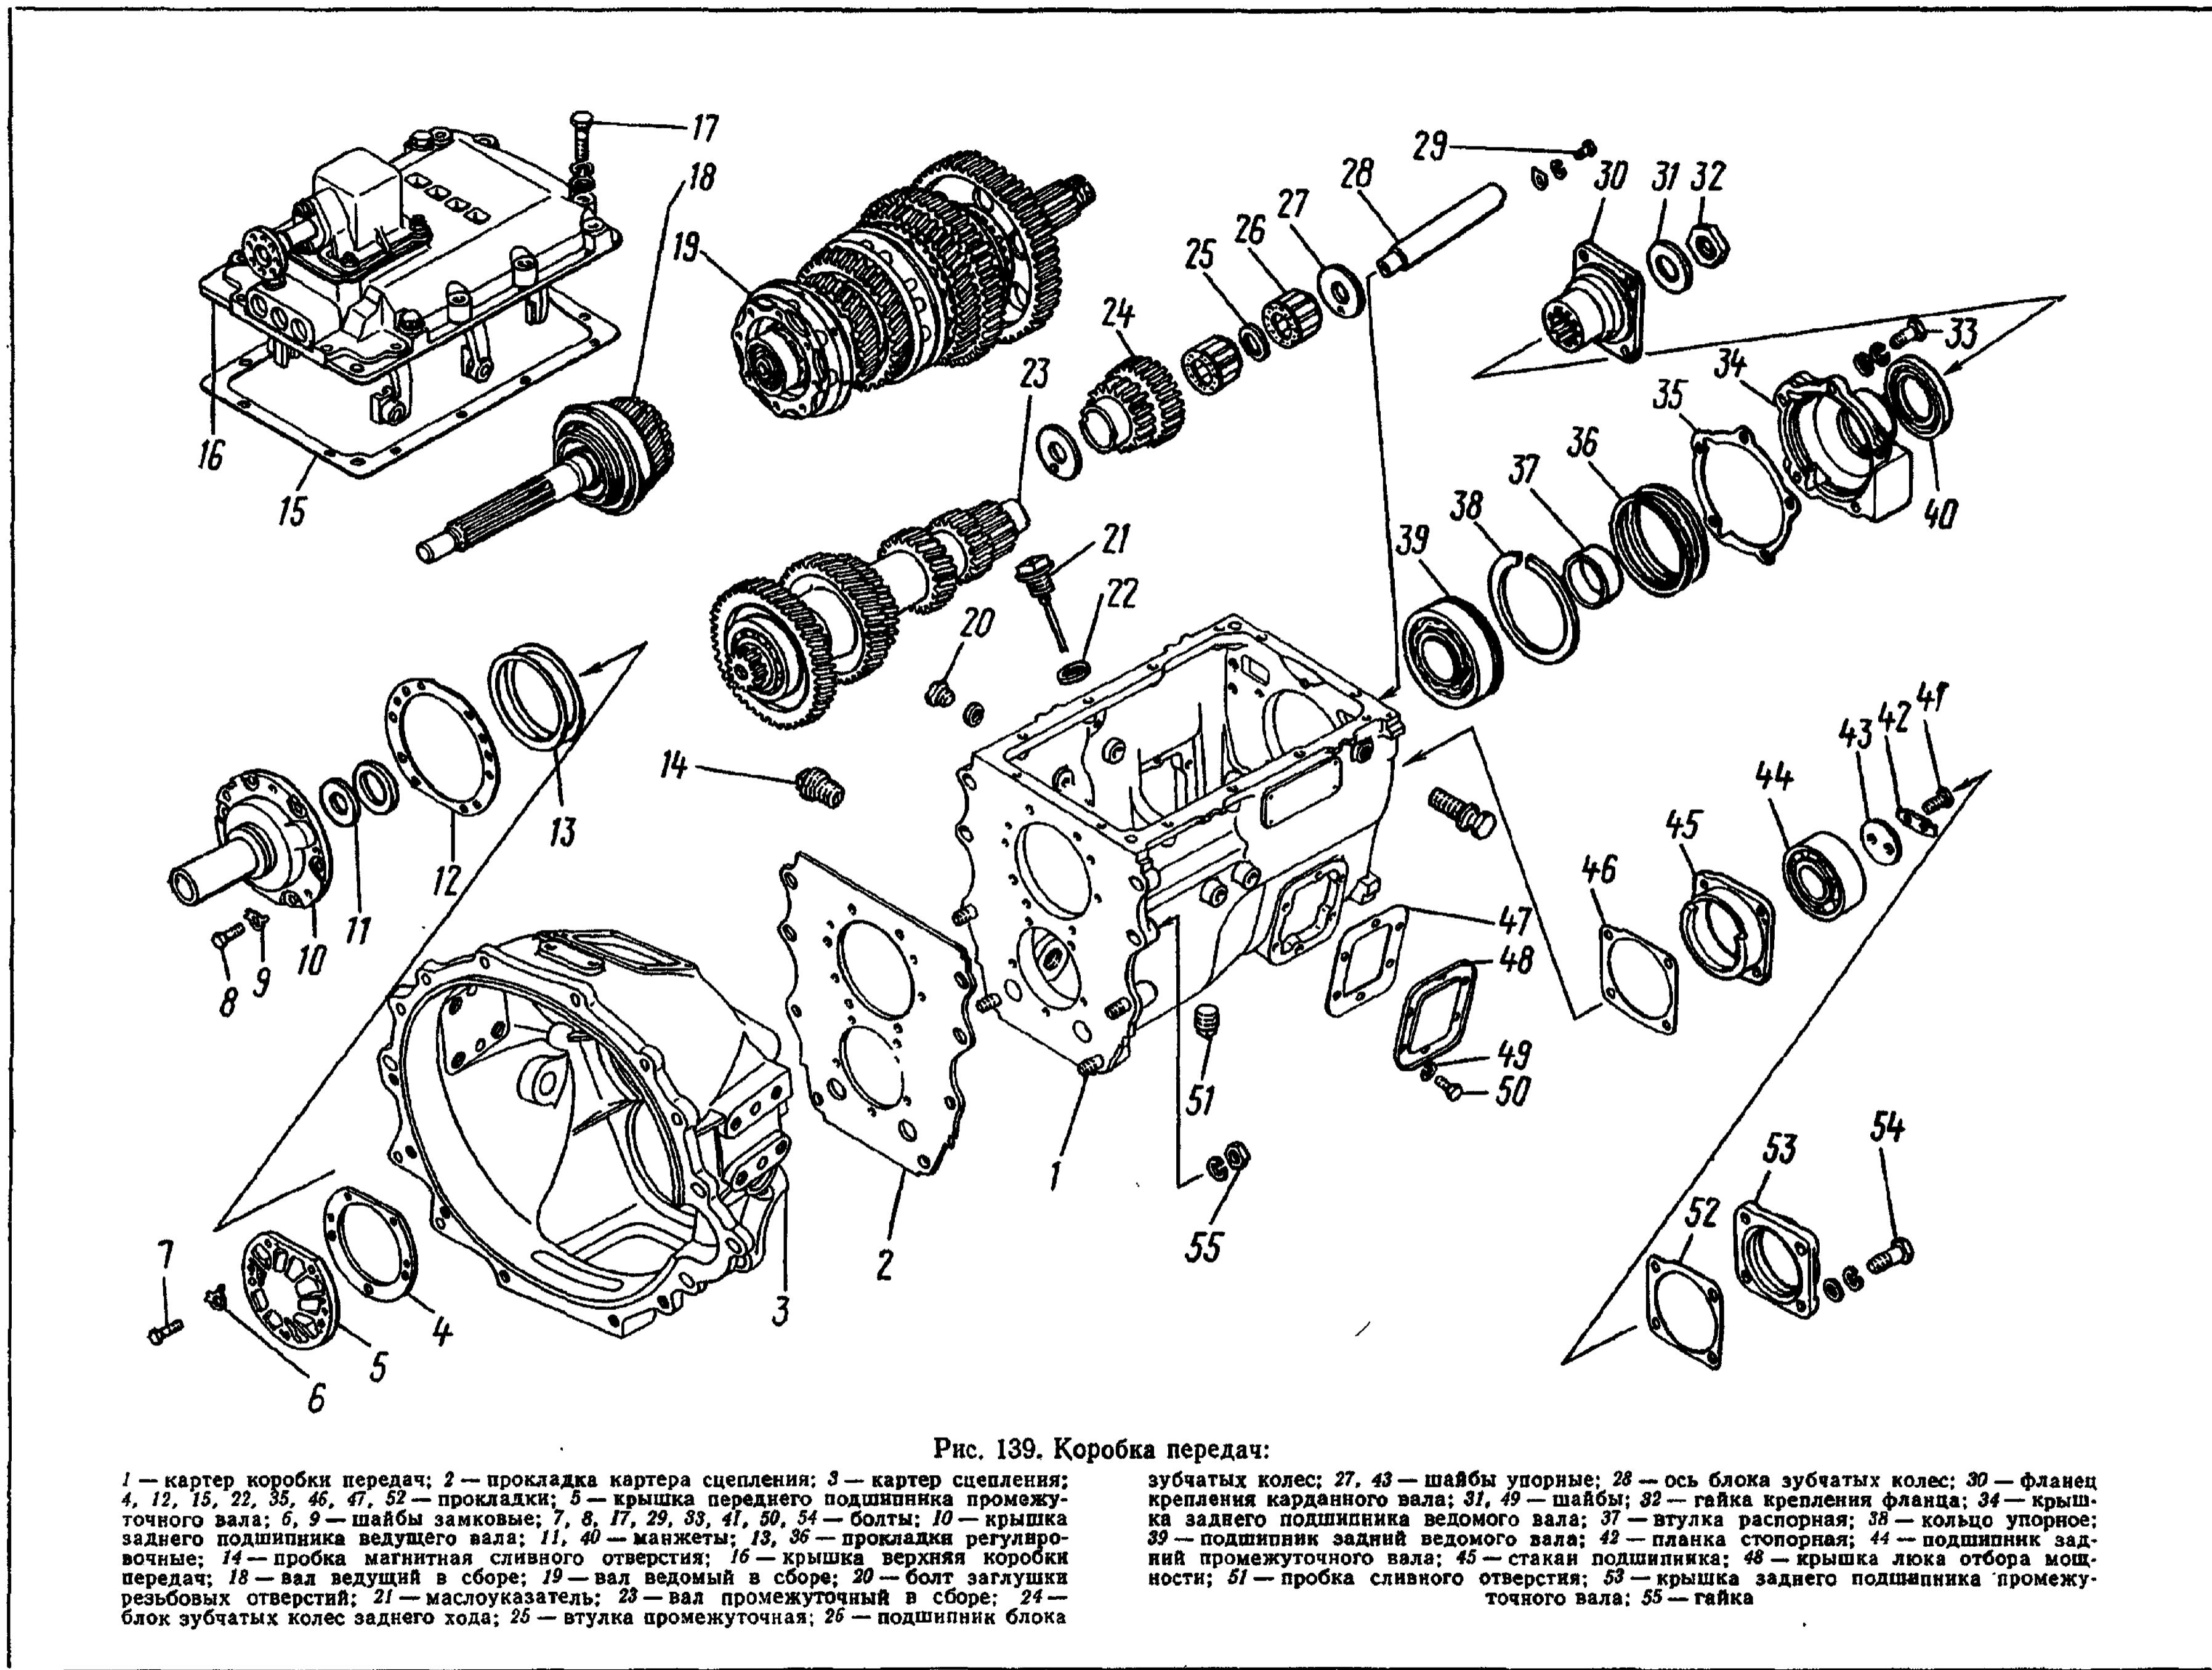
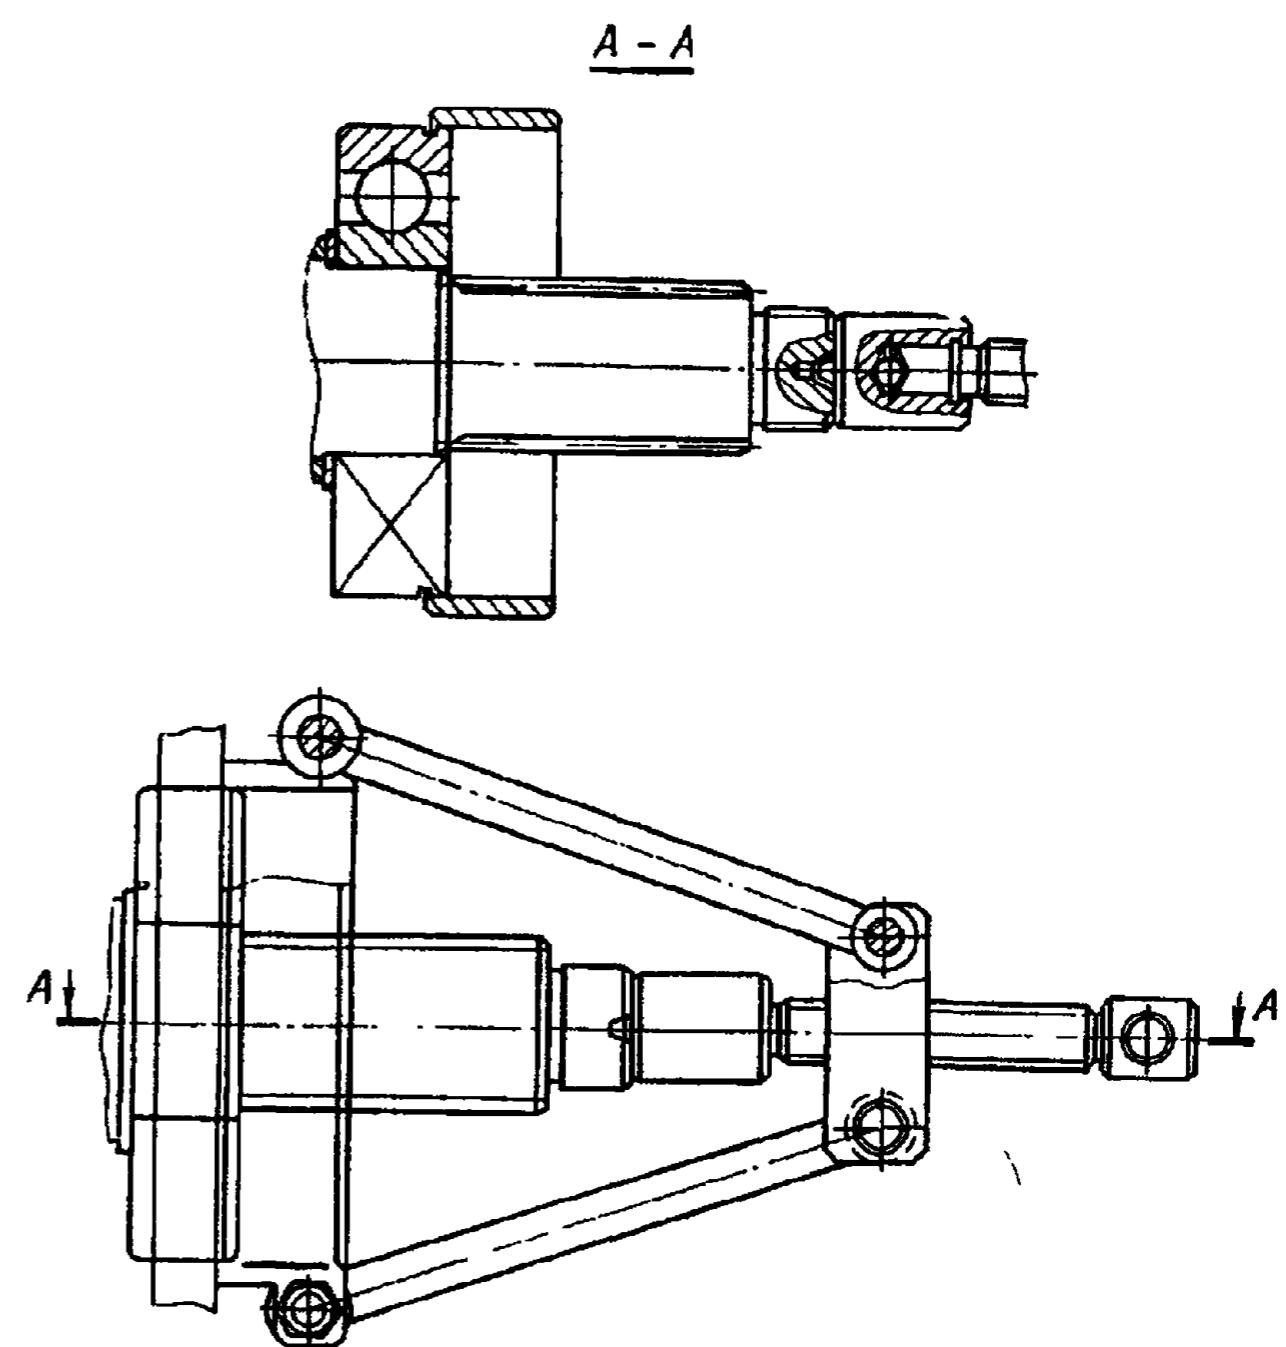
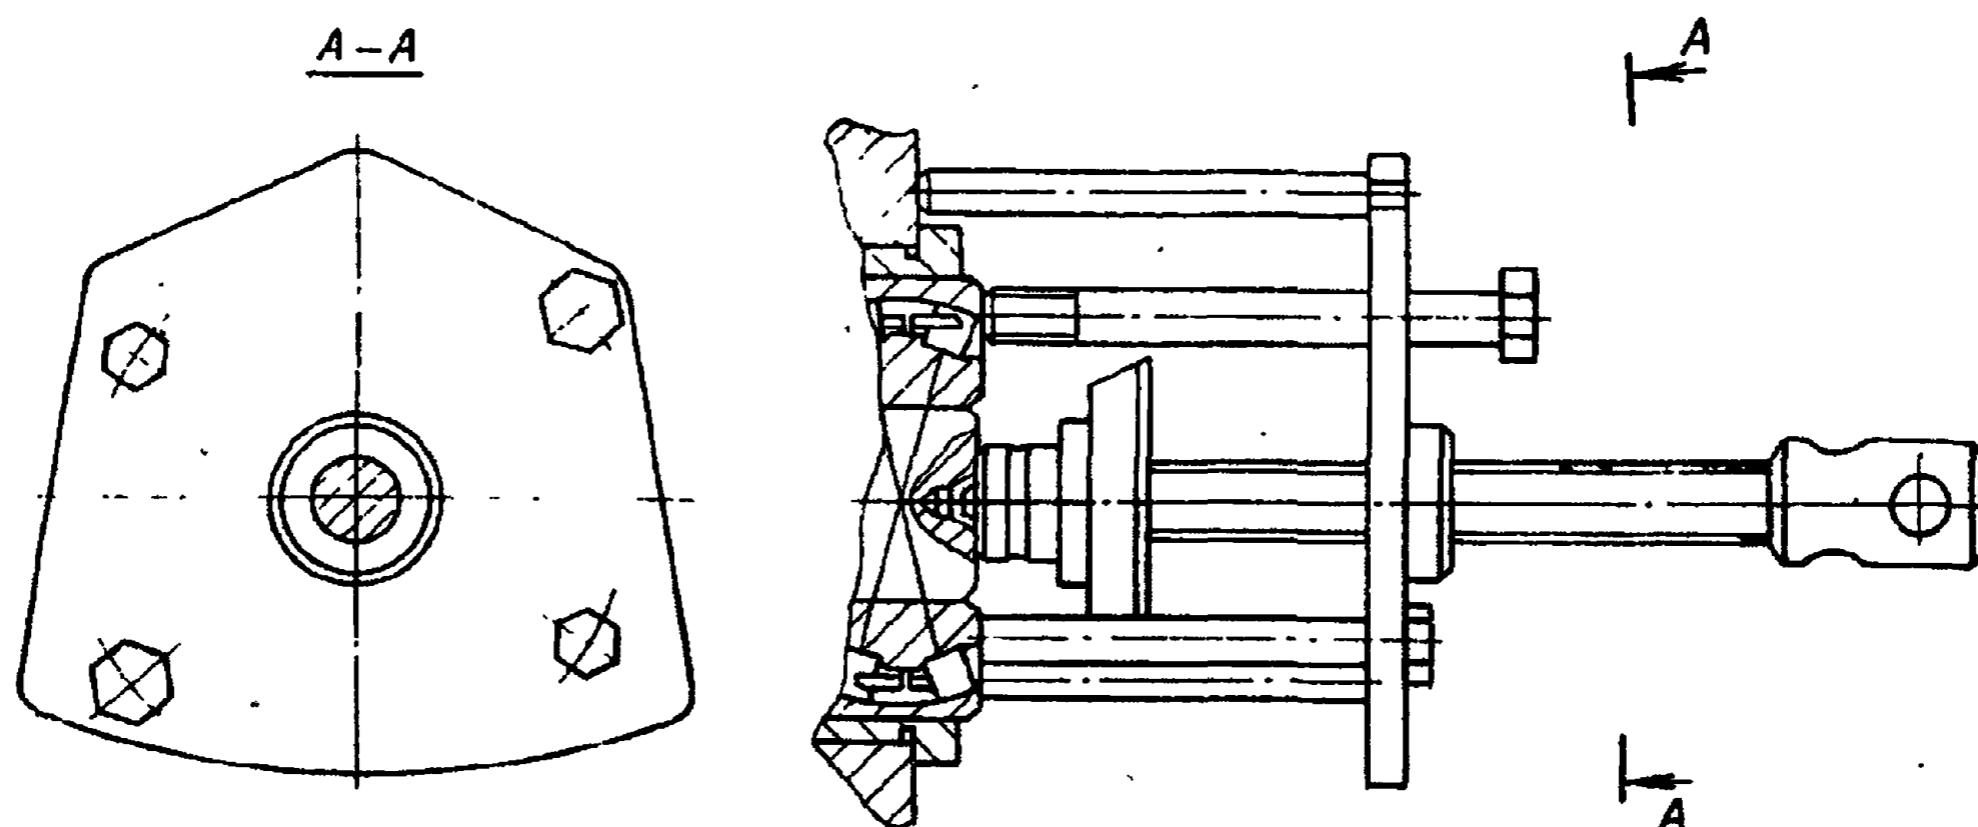
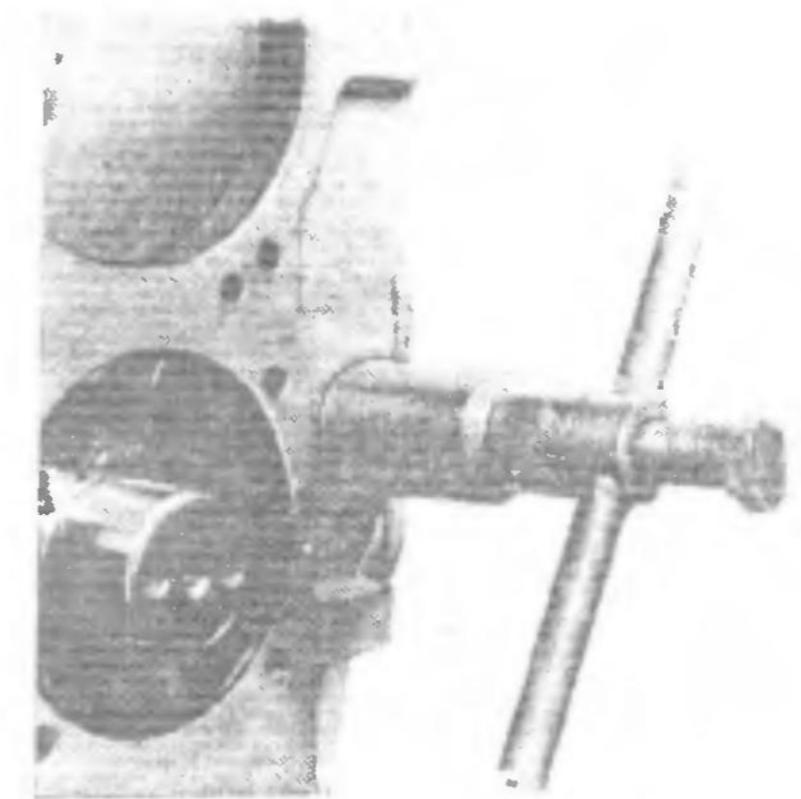

Рис. 139. Коробка передач:
Рис. 140. Снятие заднего подшипника ведущего вала съемником
Рис. 141. Снятие заднего подшипника ведущего вала со стаканом
Рис. 143. Снятие оси блока зубчатых колес заднего хода съемником
2. Выверните маслоуказатель 21 (рис. 139) уровня масла с прокладкой 22 из картера 1 коробки передач	Ключ 27 мм
16. Выпрессуйте съемником (рис. 140) подшипник 39 (см. рис. 139)	Кран-балка, трос, съемник
18. Выпрессуйте приспособлением (рис. 141) подшипник 44 (см. рис. 139) со стаканом 45, снимите прокладку 46	Приспособление
21. Рассторопите крепление оси блока зубчатых колес заднего хода, вывернув болт 29 (см. рис. 139)	Сменная головка 17 мм, вороток
22. Выпрессуйте съемником (рис. 143) ось 28 (см. рис. 139) блока зубчатых колес заднего хода	Съемник
30. Установите ведомый вал 19 (см. рис. 139) в сборе на верстак	Спецпассатижи, отвертка